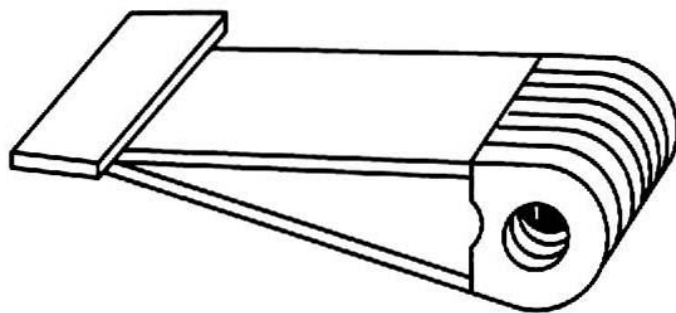

图 25 复杂部件结构采用切割和焊接装配的示意
⑥ 对于非常复杂的一些结构部件可以通过将各零部件进行焊接装配而获得，这样可以节约整体结构的质量、材料及机械加工时间，如图 25 所示。